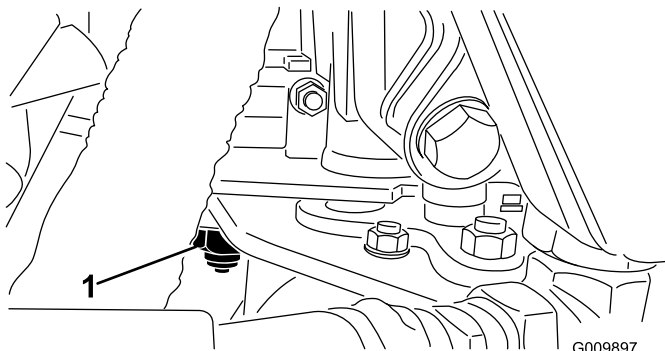

Figura 51
3. Afloje la contratuerca de la leva de ajuste de tracción (Figura 51).